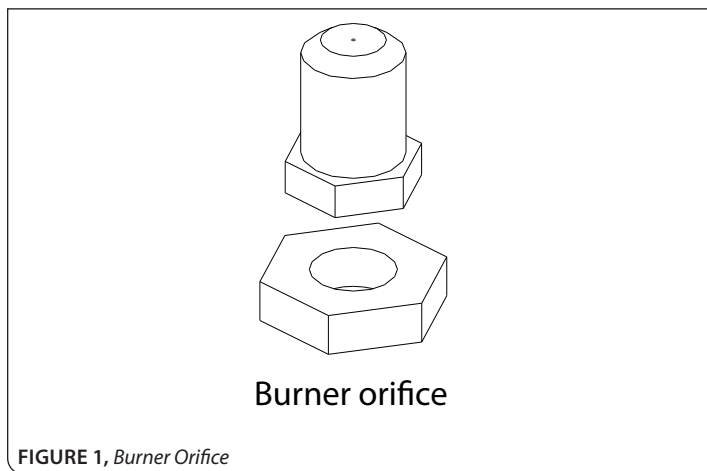

FIGURE 1, Burner Orifice
- Step 1: Remove the existing burner orifices. See FIGURE 1.
Retirez les orifices de brûleurs existants. Voir FIGURE 1. Remplacez-les par les orifices fournis avec ce kit. Serrez bien les orifices. Les tailles sont marquées sur les orifices.